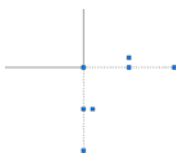

图 2-12 生成四通
- “生成四通” 选项: 选中该项, 则所绘制的两段相互交叉的管线在交点断开, 成为四段独立的管线, 如图 2-12 所示。